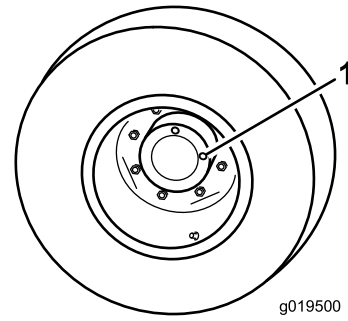

Figura 104
1. Con la máquina en una superficie nivelada, coloque la rueda con un tapón de verificación en la posición de las 12 y el otro en la posición de las 3 (Figura 104).
1. Tapón de verificación/drenaje (2)
2. Retire el tapón de la posición de las 3 (Figura 104).